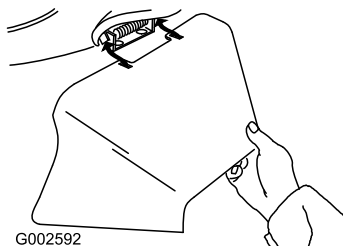

Рисунок 30
3. Установите боковой желоб для выброса и закройте дверцу на желобе (Рисунок 30).